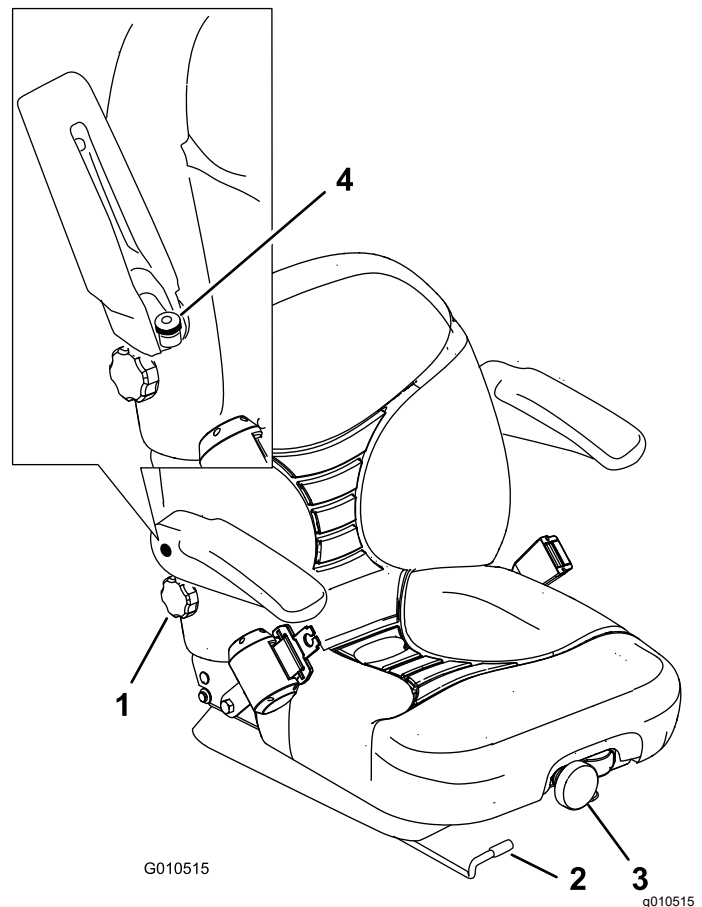

Bild 29
1. Schieben Sie den Hebel zur Seite, um den Sitz zu entriegeln (Bild 29).
Drehen Sie das Handrad zum Verstellen an der Vorderseite solange, bis der gewünschte Komfort erreicht ist (Bild 29).
Drehen Sie zum Verstellen das Handrad unter der rechten Armlehne solange in eine Richtung, bis der gewünschte Komfort erreicht ist (Bild 29).
Heben Sie die Armlehne an und drehen Sie das Handrad in eine Richtung, bis der gewünschte Komfort erreicht ist (Bild 29).